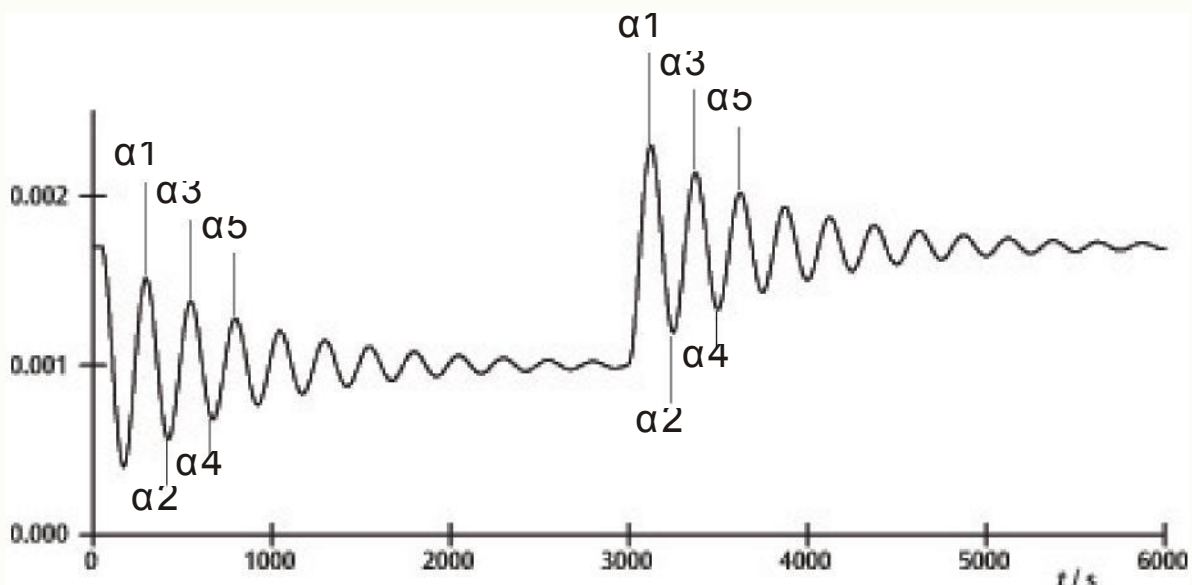

Fig. 7 Determinación de las posiciones de equilibrio
- Para ello, se coloca el cursor en los máximos y los mínimos de la curva y los valores se leen en el campo "Data" de la barra de información (ver Fig. 7).